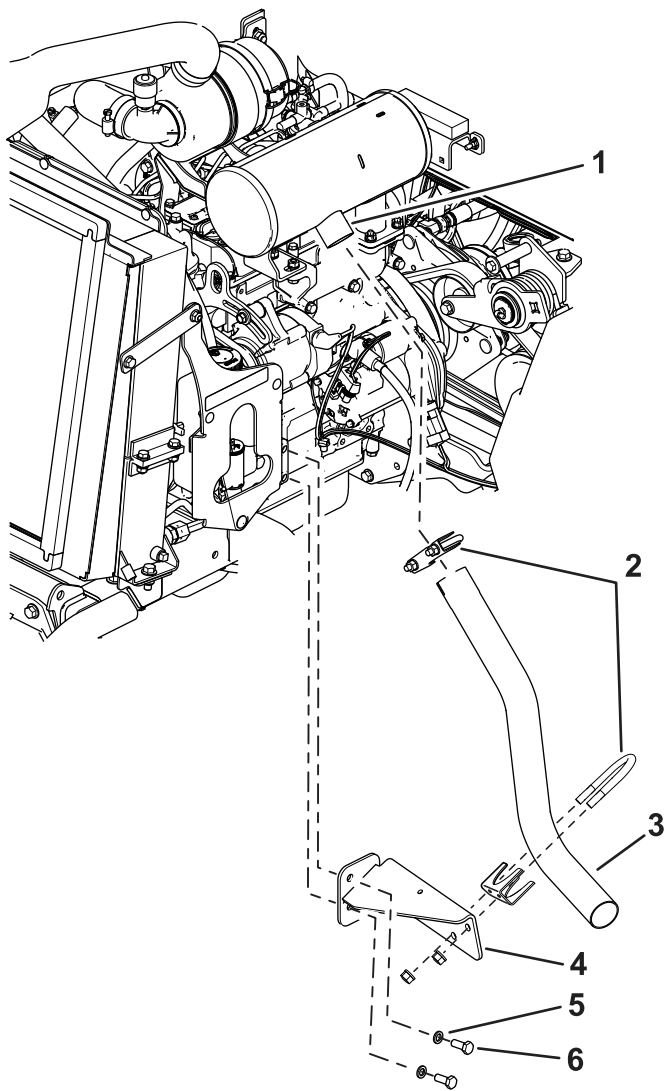

Figure 7
4. Fixez le nouveau support sur le côté du moteur à l'aide des rondelles et des boulons du moteur retirés précédemment (Figure 7).
5. Glissez le collier existant sur le nouveau tuyau d'échappement et montez le nouveau tuyau d'échappement sur la sortie du silencieux (Figure 7).
6. Fixez le nouveau collier autour du nouveau tuyau d'échappement et sur le support à l'aide des fixations du collier (Figure 7).
8. Serrez les boulons du moteur à 54 N·m, puis serrez tous les boulons (Figure 7).